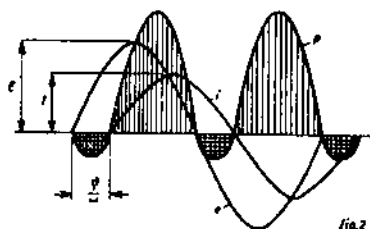

Fig. 2
C. Vermogen van een sinusvormige wisselstroom (fig. 2).